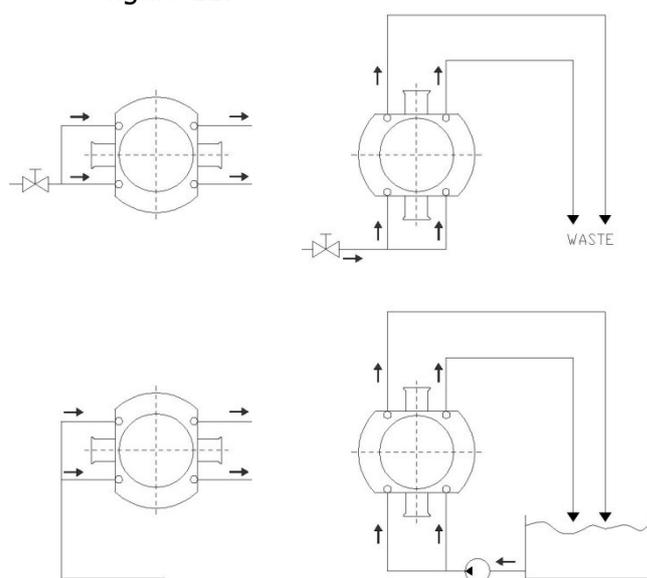

Figure 11 - Système de rinçage à basse pression suggéré
- La canalisation requise est illustrée à la figure 11.